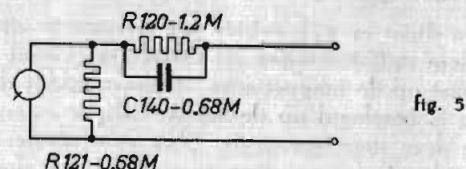

fig. 5
Wanneer de startheefboom B, zie fig. 5, in de stopstand is geplaatst, wordt de beweging van de stuurhaak pos. 111 in fig. 11 geblokkeerd door de stopbeugel op de schakelstrip, pos. 15 in fig. 7.